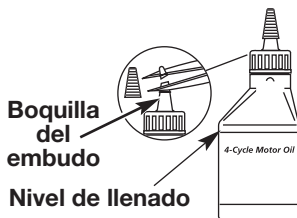

Fig. 9
Su unidad trae una botella de aceite SAE 30 SF, SG, SH de 90 ml (3,04 onzas fluidas) (Fig. 9).
NOTA: Guarde la botella para medir la cantidad correcta de aceite cuando deba cambiarlo en el futuro (Fig. 9). Lea Cambio de aceite.
1. Desenrosque la tapa de la botella de aceite y retire el sello de papel que cubre la apertura. Vuelva a colocar la tapa. Corte la punta de la boquilla del embudo (Fig. 9).